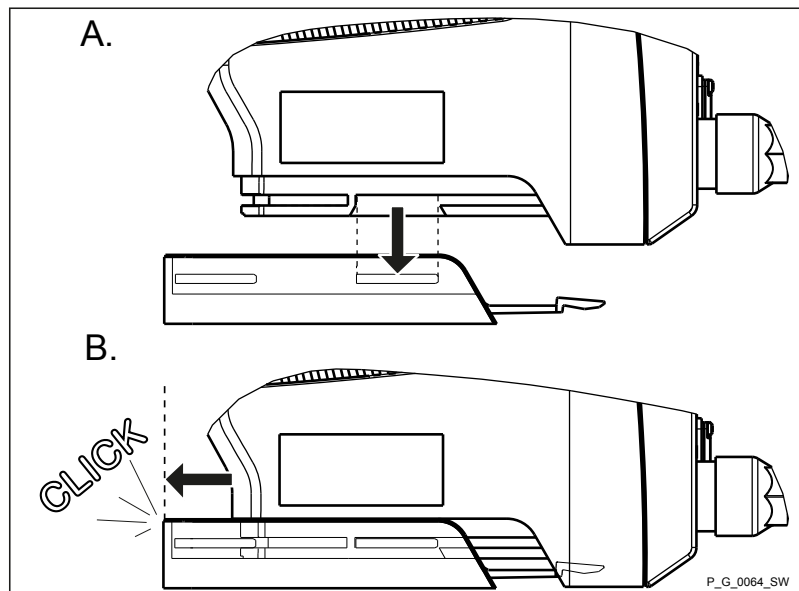

Fig. 10
3. ➔ Clipsez la pompe doseuse avec son pied dans la plaque de montage - voir Fig. 10 .